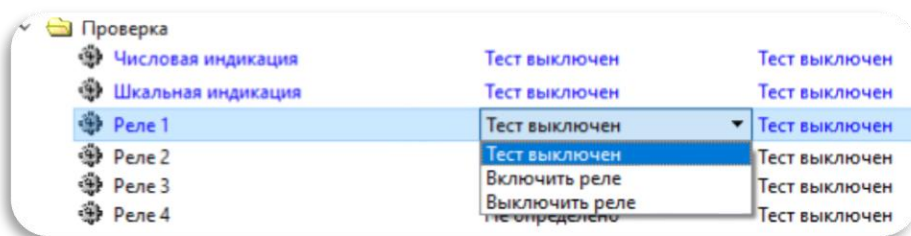

Рисунок 60 - Проверка реле
2.5.6.15.3 Реле 1..4 (Рисунок 60) - проверка проводится путем включения и выключения реле. Переключение реле можно определить, обращаясь к программе (п. 2.5.6.14), а также по слышимому щелчку внутри прибора.